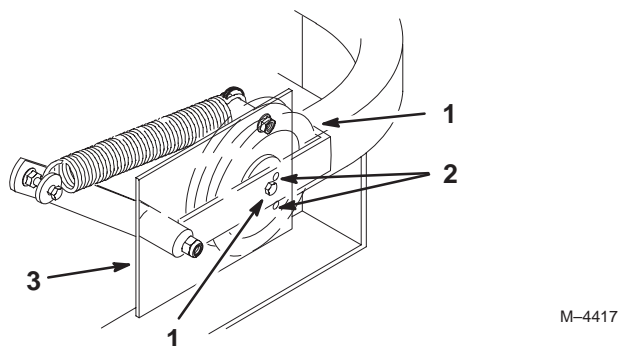

Figure 75
Important Vérifiez que la courroie est bien en place dans les guides avant et arrière (Fig.75).
4. Vérifiez la tension de la courroie. Le boulon central de la poulie de tension rappelée par ressort doit se trouver près du trou d'alignement supérieur de la plaque de support gauche (Fig. 75).